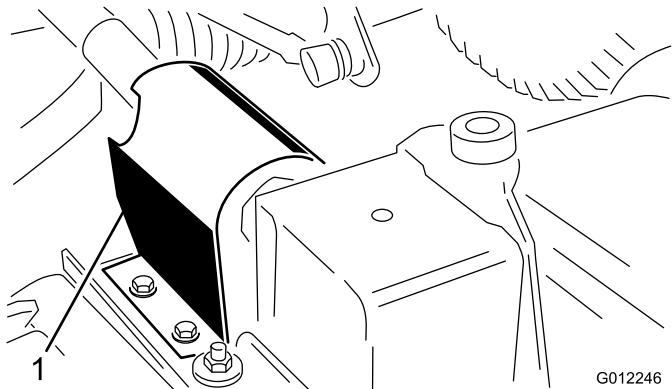

Figura 5
- Retire os dois parafusos auto-rosantes que prendem a protecção da tomada de força à parte superior da placa de montagem da caixa de engrenagens e retire a protecção (Figura 5).